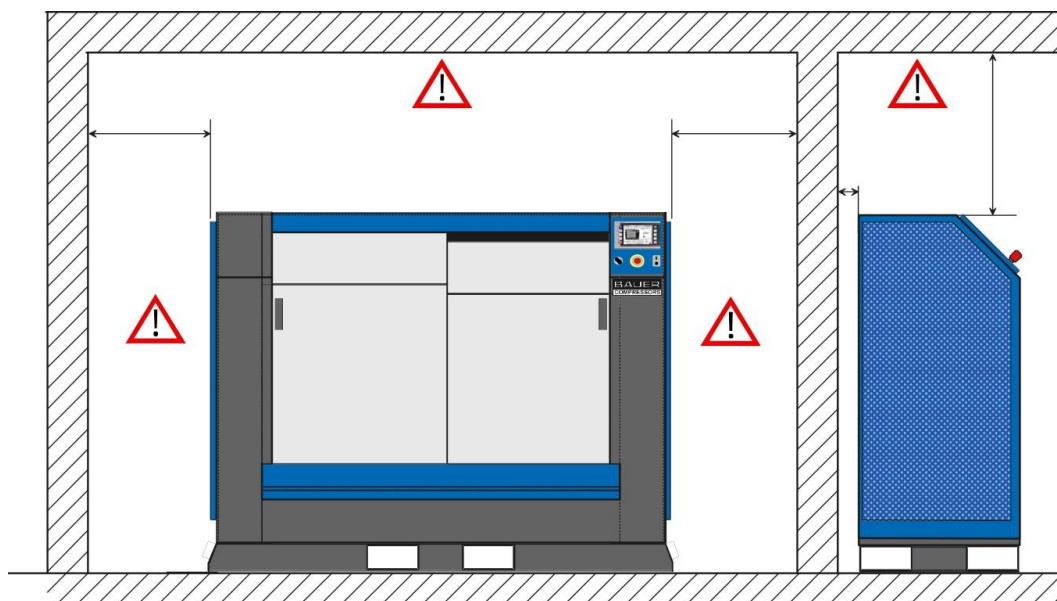

Fig. 16 Distances minimales et zones dangereuses
- Laisser un espace libre d'au moins 5 cm entre la face arrière de la machine et la cloison. Voir Fig. 16 et le plan d'installation en annexe.
- L'espace sur les côtés et le dessus de la machine (voir Fig. 16) doit être laissé libre pour permettre l'échappement de l'air comprimé en cas d'explosion ainsi que pour des raisons pratiques de maintenance.
- Respecter les distances minimales indiquées sur la Fig. 16.